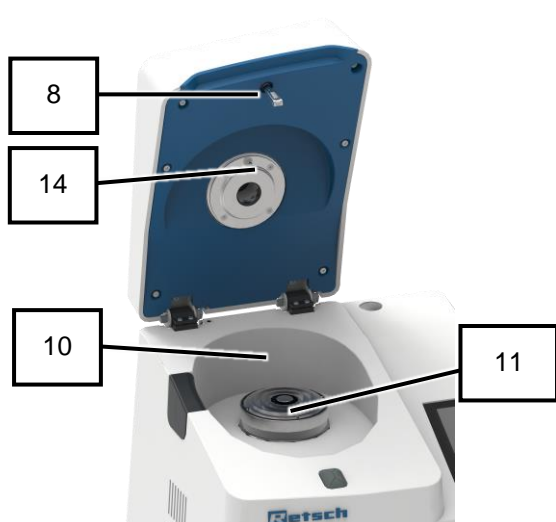

図 57: 本体内部
5. 粉碎ツール (蓋付きカセット、リングスクリーン、ローター、ベースプレート) が装着されている場合は、本体内部 (10) から取り外します。
6. 本体カバー裏のインターロック (8) をブラシで清掃します (図 57)。
7. ローターシャフト (10) の脇、本体カバー (2) 裏の温度センサー (14) をブラシで清掃します (図 57)。
8. ローターシャフト (11) を掃除機で清掃します (図 57)。
9. 本体内部 (10) と本体カバー (2) 裏を掃除機で清掃します (図 57)。